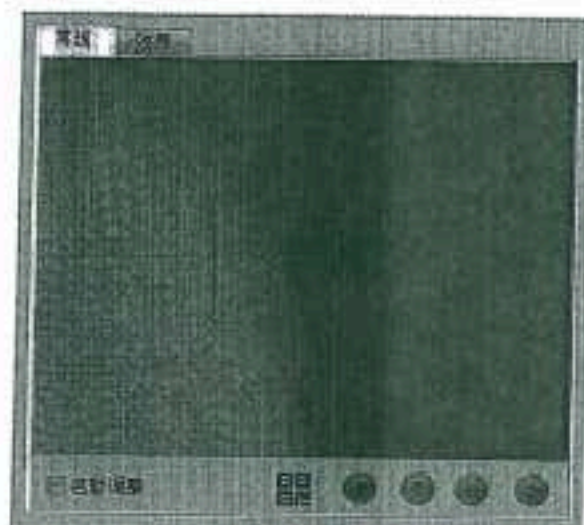

Рисунок 29.
3. Подготовьте материал, включите насос, нажмите на подачу вручную и загрузите материал на стол. Затем вручную откройте окно камеры, переместите камеру в точку первой позиции (рис. 29).